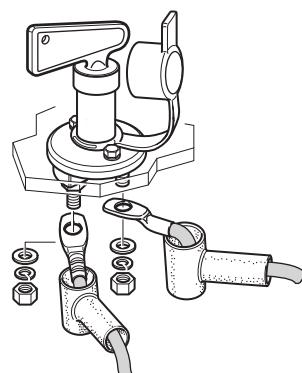

Fig. 48
- Tilslut kabeltilslutningerne til batteriafbryderen, og fastgør dem med skiver og møtrikker (Fig. 48). Spænd møtrikkerne med 10 Nm.